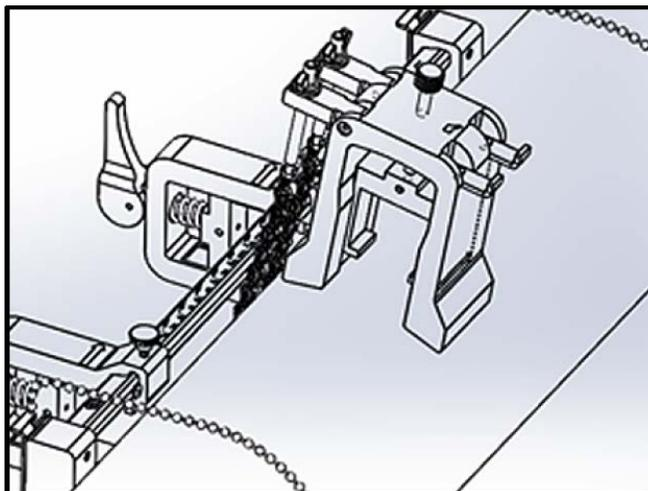

Рис. 26: Установка скобы сверху трубы
2. Установите скобу сверху трубы (см. Рис.26 ниже). Если требуемое расстояние между измерительными преобразователями <305 мм/12 дюймов, цепь скобы должна размещаться в пределах крепежного приспособления, как показано.